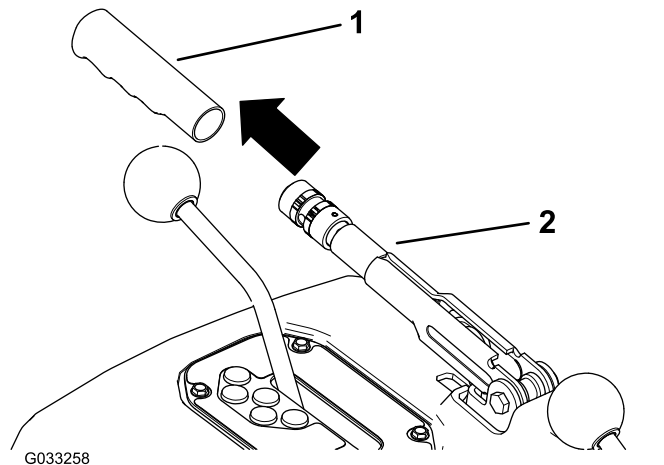

Рисунок 77
1. Снимите резиновый наконечник рычага стояночного тормоза (Рисунок 77).
- Установите резиновый наконечник на рычаг стояночного тормоза (Рисунок 77).